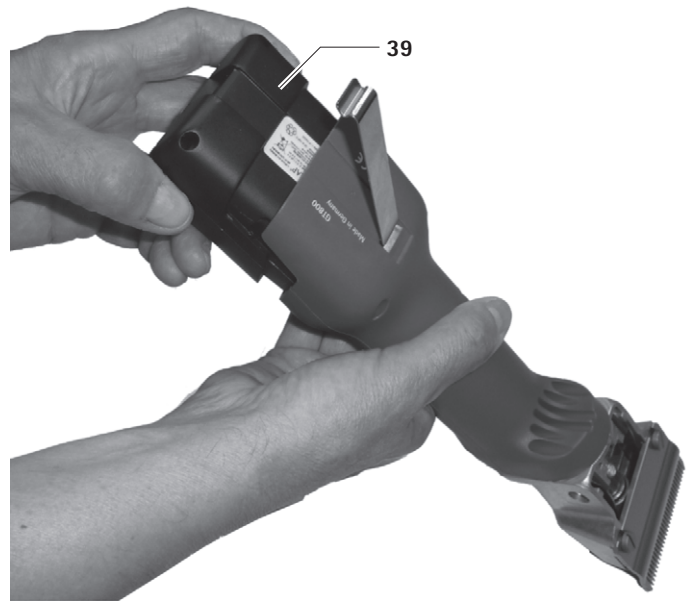

Рис. 2
- Извлечь литиево-ионный аккумулятор **39**, зарядить и/или вставить заряженный запасной литиево-ионный аккумулятор GT801 в машинку для стрижки с аккумулятором **g**, см. Рис. 2.